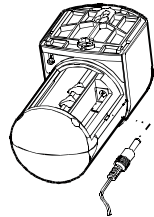

Fig. 10
2. Gleichspannungsstecker in die Sensorbuchse stecken. Abb. 10